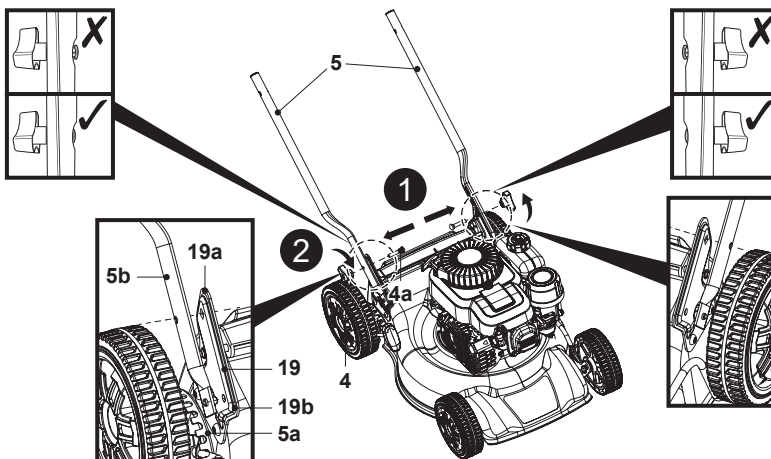

Fig. 1
3. Aliniază și cuplează proeminența de centrare (5a) a unei bare a mânerului inferior (5) în gaura de poziționare (19b) de pe suportul mânerelor (19). Ține în loc ansamblul mânerului.
4. Aliniază și introdu un șurub de montare (M8 x 35) (4a) prin găurile de montare (19a, 5b) ale suportului mânerelor (19) și barei mânerului inferior (5) până se oprește, apoi prinde roțița de blocare (4) (Fig. 1, pasul 1).
5. Fixează ansamblul mânerului strângând roțița de blocare (4) în sens orar pe filetul șurubului de montare (M8 x 35) (4a) (Fig. 1, pasul 2).
6. Repetă pașii de mai sus pentru cealaltă bară a mânerului inferior (5).
7. Ai grijă să treci cablul de frână (22) pe deasupra barei mânerului inferior (5).